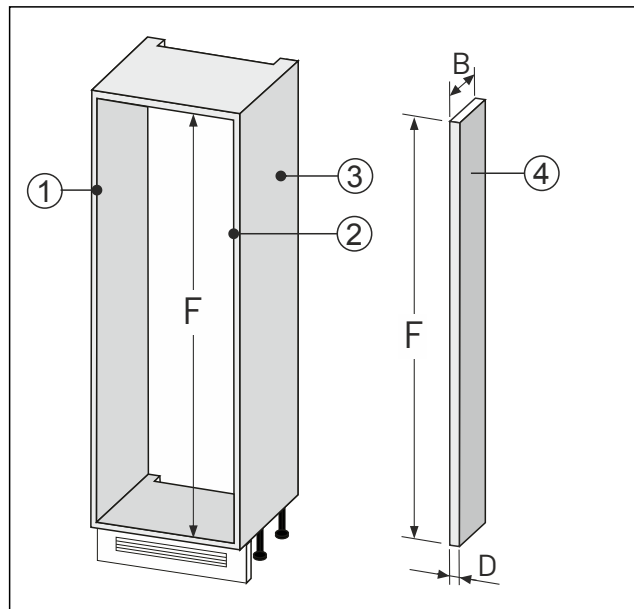

Fig. 89
- Vyhotovte vyrovnanie steny Fig. 89 (4) podľa vyššie uvedených rozmerov.